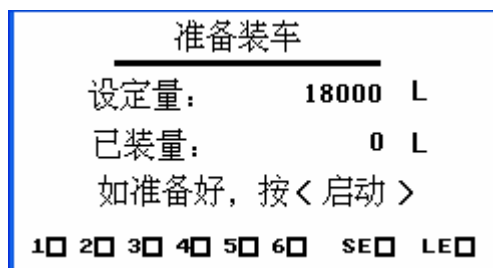

图 5: 准备装车画面
(2) 此时按【确定】键, 系统将进入准备装车画面(如图 5 所示), 此时应观察液位状态标志和接地状态标志, 确认正常后, 再按【启动】键启动装车, 如果异常, 检查相应的接地夹和液位开关。